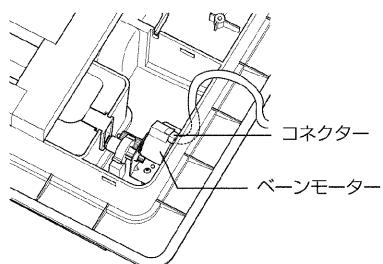
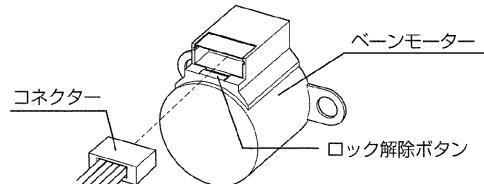

図20
図21
- ・ベーンに接続しているコネクターを外します。コネクターはロックされていますのでロック解除ボタンを押しながらコネクターを外します。(図20、図21)